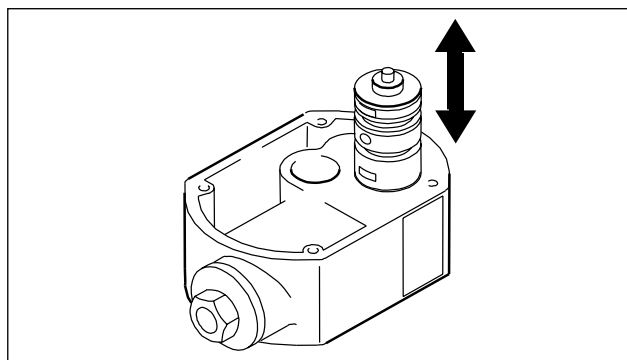

Fig. 16: Montaggio della valvola di comando interna
- La valvola dell'aria di comando viene sostituita come unità completa (Fig. 16).